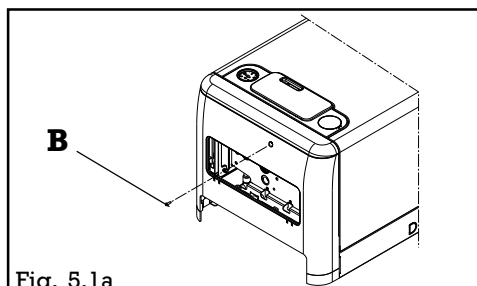

Fig. 5.1a
- enlever la vis de fixation B (fig. 5.1a) et tirer le cache tuyauterie vers soi